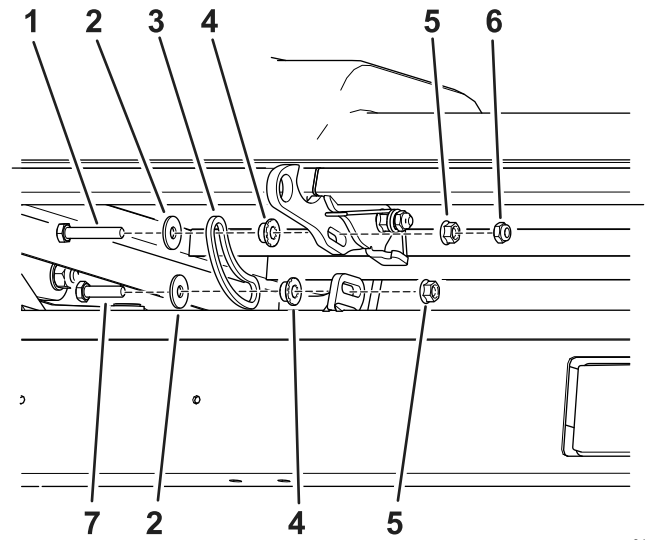

Figure 4
2. Installez le connecteur de tige sur le crochet à l'aide d'un long boulon, d'une rondelle plate, d'une douille, d'un écrou à embase et d'un contre-écrou (Figure 4).
3. Installez le connecteur de tige sur le crochet à l'aide d'un boulon court, d'une rondelle plate, d'une douille et d'un contre-écrou (Figure 4).